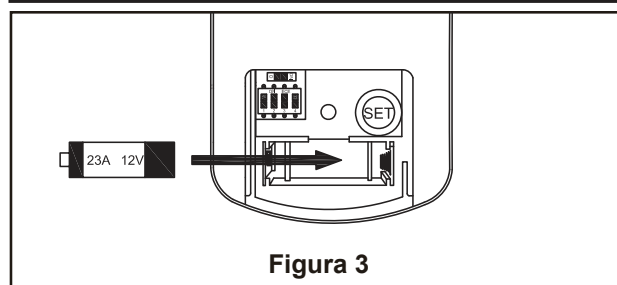

Figura 3
1. Fije bien la abrazadera para colgar a la caja de salida (no se incluye) con los tornillos y las arandelas provistas con la caja de salida. (Figura 3)
2. Una vez realizadas las conexiones, gire los conductores hacia arriba y, con cuidado, colóquelos dentro de la caja de salida; con los conductores blancos y verdes hacia un lado y los conductores negros hacia el otro. (Figura 3)
3. Para que el ventilador sea funcional, instale las pilas (incluidas) de 23A/12V en el transmisor del mando a distancia. Mientras el ventilador esté apagado. A continuación, siga el proceso de fijación remota de código. Si no se utiliza el ventilador durante un largo periodo de tiempo, extraiga la batería para evitar cualquier daño al transmisor. Almacene el mando a distancia en un lugar alejado del calor o la humedad excesiva. (Figura 3)